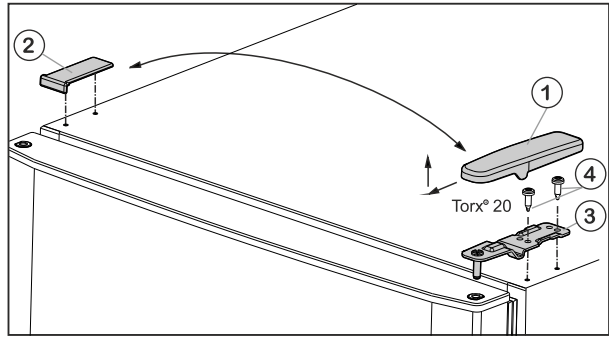

Fig. 5
- ▶ Потяните крышку Fig. 5 (1) вперед и вверх.
- ▶ Снимите крышку Fig. 5 (2).
- ▶ Открутите верхний опорный кронштейн Fig. 5 (3) (2 шт. Torx® 20) Fig. 5 (4) и вытяните вверх.
- ▶ Установите верхний опорный кронштейн Fig. 5 (3) на новой стороне шарнира и защелкните в дверце.
- ▶ Привинтите верхний опорный кронштейн (с моментом 4 Нм) (2 шт. Torx® 20) Fig. 5 (4). При необходимости используйте аккумуляторный шуруповерт.
- ▶ Наденьте и защелкните крышку Fig. 5 (1) на противоположной стороне снаружи.
- ▶ Также наденьте сверху и защелкните крышку Fig. 5 (2) на противоположной стороне.